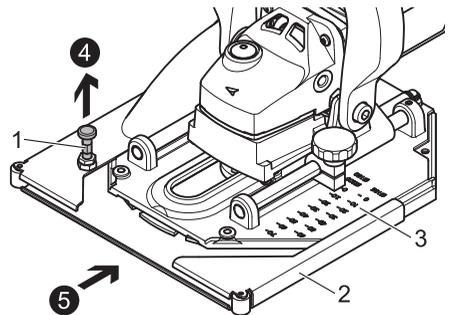

Abb. 20: Schutzgehäuse für Stichschnitte montieren
5. Den Rastbolzen (1) nach oben ziehen (→ Abb. 20: Schutzgehäuse für Stichschnitte montieren; Seite 35).
6. Das Schutzgehäuse (2) von vorne bis zum Anschlag auf die Führungsplatte (3) aufschieben (→ Abb. 20: Schutzgehäuse für Stichschnitte montieren; Seite 35).
7. Den Rastbolzen (1) einrasten lassen (→ Abb. 20: Schutzgehäuse für Stichschnitte montieren; Seite 35).